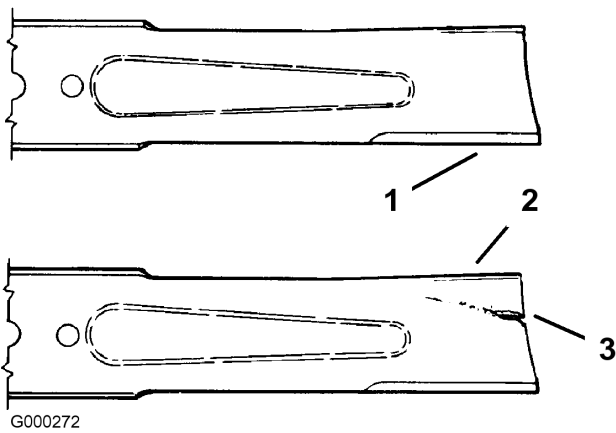

Figura 55
1. Inspeccione los filos de corte (Figura 55). Si los bordes no están afilados o tienen muescas, retire las cuchillas y afílelas. Consulte Afilado de las cuchillas.
2. Inspeccione las cuchillas, especialmente la parte curva (Figura 55). Si observa daños, desgaste o la formación de una ranura en esta zona (elemento 3 en la Figura 55), instale de inmediato una cuchilla nueva.